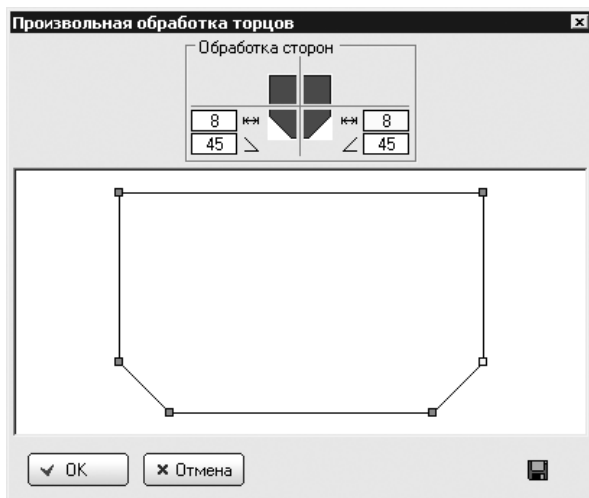

Рис. 8.13
2. Нажать одну из четырех кнопок, расположенных в верхней части окна, чтобы задать виды обработки требуемых углов: Без обработки, Закругление и Срез (рис. 8.13).